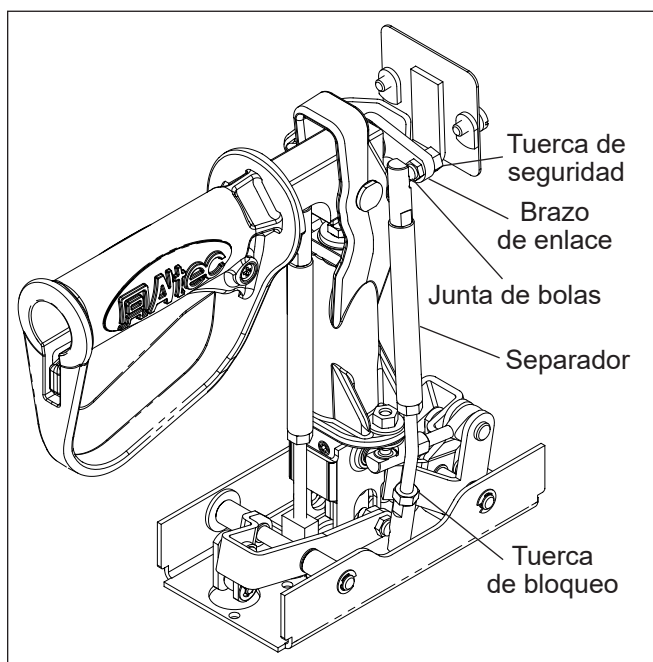

Figura 8.14 — Ensamble del control superior
- a. Si necesita prolongar el enlace, retire la tuerca autofrenante que sostiene la junta de bolas al brazo de enlace (consulte la Figura 8.14). Saque el ensamble fuera del brazo de enlace. Afloje la tuerca de bloqueo que mantiene la junta de bolas en su lugar. Gire el ensamble en sentido antihorario para extender el enlace. Ajuste la tuerca de bloqueo.
- b. Si necesita acortar el enlace, retire la tuerca autofrenante que sostiene la junta de bolas al brazo de enlace (consulte la Figura 8.14). Saque el ensamblaje fuera del brazo de enlace. Afloje una de las tuercas de bloqueo en uno de los extremos del separador. Gire el vástago roscado en el separador. Ajuste la tuerca de bloqueo contra el separador.